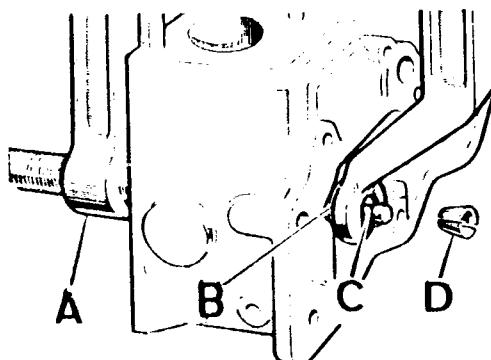

Fig. A3-51 Desmontaje de válvulas
2.1. Desmontar las válvulas empleando el útil 276102, A (Fig. A3-51).
- 3.3. Montar los muelles y sus tapas y, utilizando el desmonta-válvulas, 276102, -comprimir aquellos y colocar los fladores en su alojamiento de los vástagos (Fig. A3-51).